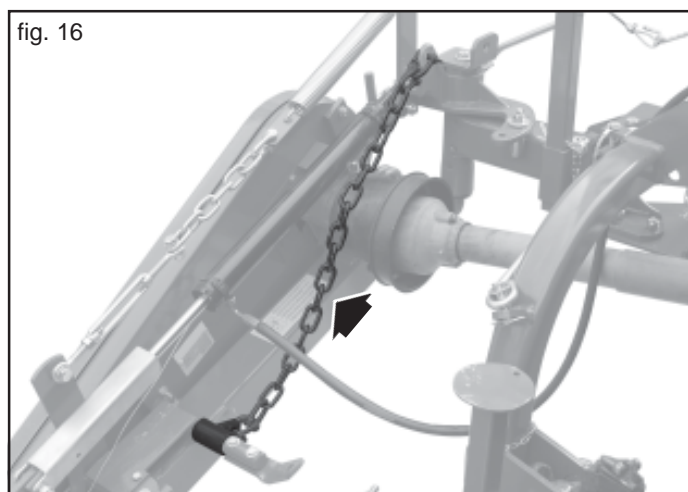

fig. 16
**ATTENTION:** Pour les fauchages sur des surfaces qui ne sont pas parallèles au plan du tracteur, il est conseillé d'enlever l'andaineuse du sabot externe. Monter tirant de Figure 16 pour améliorer l'excursion et l'emploi des faucheuse.